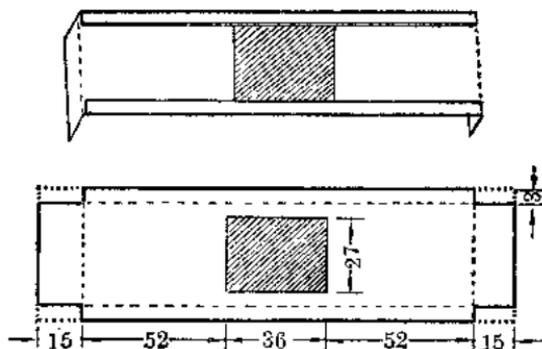

图 7
i. 卷片架 在  $170 \times 46$  铁片中间按图 7 挖  $37 \times 27$  (毫米)2 方孔一个, 并在长边的上、下边分别向内弯折  $3 \sim 5$  毫米, 成为插片的槽。使用时把卷片架插入幻灯机箱的插片孔内。